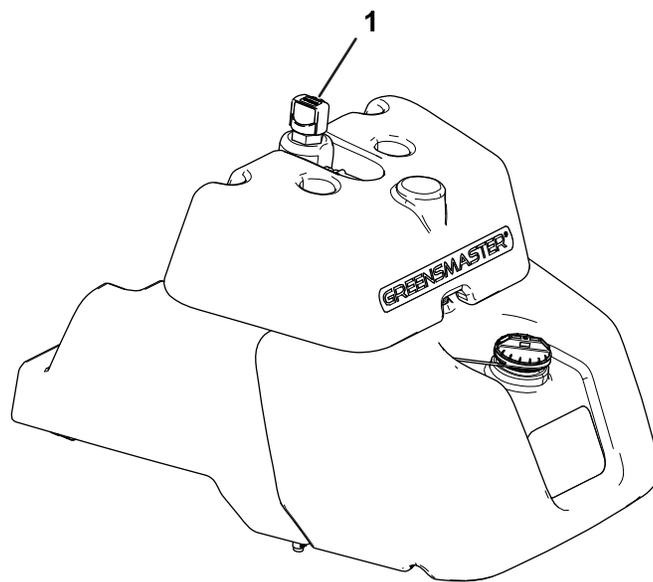

図 42
2. メインの油圧オイルタンク上部にあるディップスティック 図 42 を探し出して、ステップ 3 へ進む。